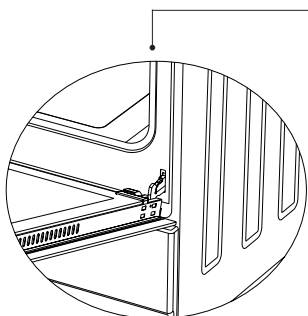

Figura 20.1
1. Abra por completo la puerta del horno y desmonte la puerta abriendo del pestillo que hay en la bisagra con ayuda de un destornillador como se muestra en la figura 20.1.